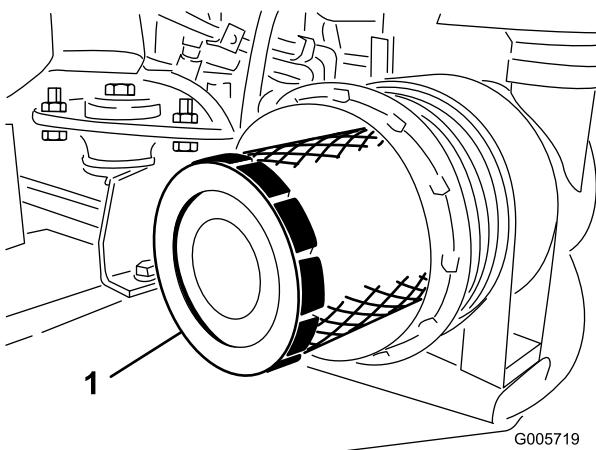

Figura 45
3. Retire y cambie el filtro primario (Figura 45). No se recomienda limpiar el elemento usado debido a la posibilidad de causar daños al medio filtrante. Asegúrese de que el filtro nuevo no ha sido dañado durante el transporte, comprobando el extremo sellante del filtro y la carcasa. No utilice el elemento si está dañado. Introduzca el filtro nuevo presionando el borde exterior del elemento para asentarlo en el cartucho. No aplique presión al centro flexible del filtro.